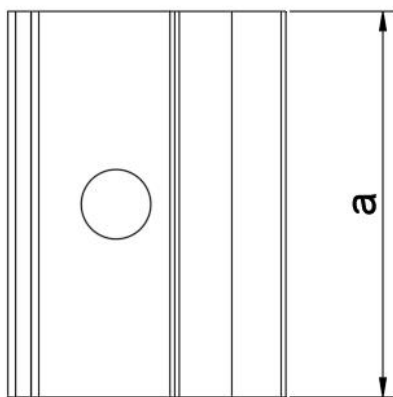
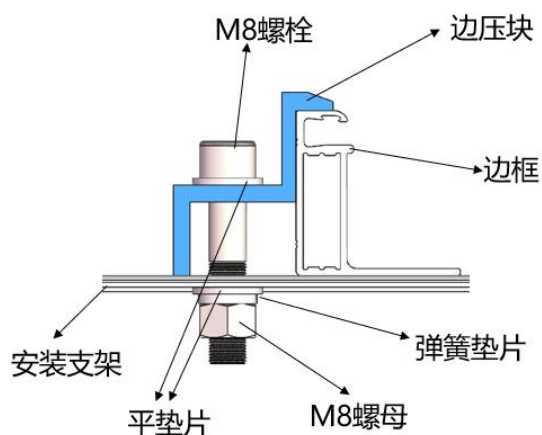
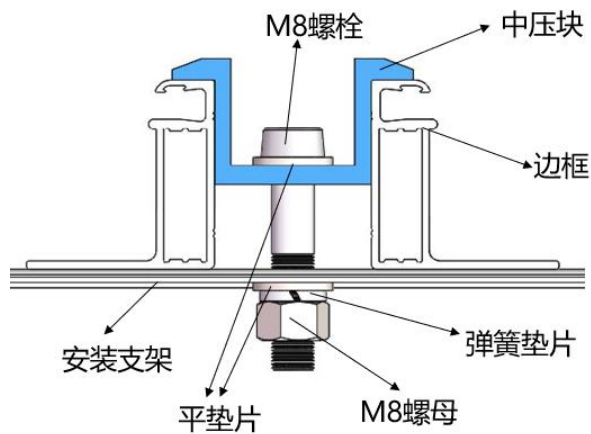

图 7 边压块俯视图
图 11 边压块安装示意图
图 12 中压块安装示意图
- ① 将组件置于两条支架之上（不提供）。支架必须使用不锈钢材料或做过防腐处理（如热镀锌处理）。每块光伏组件至少需要 4 个压块去固定，在安装过程中，请勿让压块直接接触玻璃及让边框变形，否则会导致组件破损。
- ② 务必避免因夹具形成的阴影对组件造成遮挡效应。漏水孔不能被夹具遮挡。
- ③ 支架与组件边框接触的上表面需有一个与 M8 螺栓匹配的凹槽。
- ④ 若支架上无凹槽，则需在上述提到的位置钻一个直径大小合适的孔，以便螺栓固定。
- ⑤ 确保每个压块的安装顺序为平垫圈、弹簧垫圈、螺母。
- ⑥ 图 7~10 为压块示意图, 图 11、图 12 所示为压块安装示意图。压块的尺寸为 $a \geq 50 \text{ mm}$, 厚度 $\geq 4 \text{ mm}$, 与边框保持重叠宽度 $d \geq 10 \text{ mm}$; 或者 $a \geq 60 \text{ mm}$, 厚度 $\geq 3 \text{ mm}$, 与边框保持重叠宽度 $d \geq 8 \text{ mm}$ 。在保证组件可靠安装的前提下可以变更压块截面, 但任何尺寸的压块安装时都不能超出边框接触玻璃。
- ⑦ 2384*1303mm 及以上尺寸组件仅适用于 $a \geq 60 \text{ mm}$ 压块尺寸。
- ⑧ 当螺栓和螺丝为 8.8 等级时, 推荐收紧扭矩为 $17 \sim 23 \text{ N} \cdot \text{m}$ 。